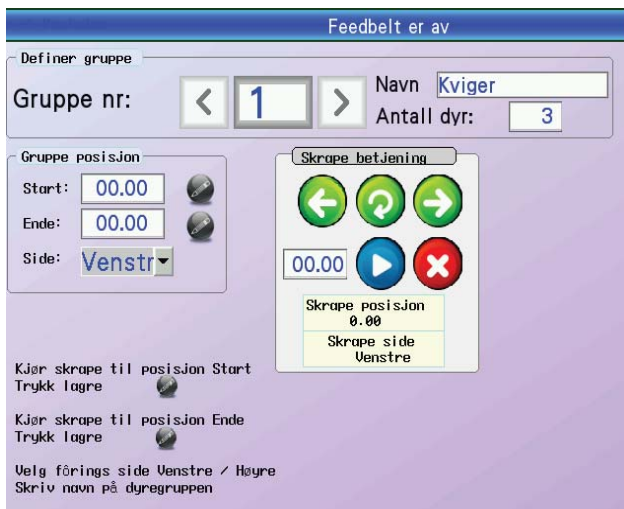

Fig. 44
- Velg fôringside Høyre. **Se Fig. 44**